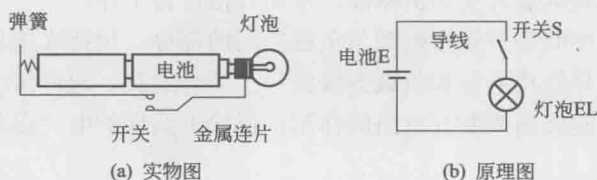

图 1-2 手电筒电路
如图 1-2 所示的手电筒电路中,灯泡 EL 经开关 S 接在电池 E 两端,当开关 S 闭合时,灯泡在电池电压的作用下发光,这时说明灯泡中有电流流动;当开关 S 断开时,灯泡 EL 熄灭,这时说明灯泡中没有电流流动。
(2) 产生电流的条件。水库中水位很高,但如果不打开闸门,水就不会流动。所以水要流动,一是要有水位差;二是要将水闸打开,使水形成一个“水路”。与水流一样,电路中要有电流,必须同时满足两个条件:一是电路中要有电压(电源);二是电路必须构成一个闭合回路,其中电源是电流流动的能量,闭合的回路是电流流动所走的路径。
(3) 电流的方向。在直流电路中,人们规定电流是从正极出发经负载电路流向负极,图 1-2 所示的电路中,电流沿着“电池正极→小灯泡→负极”的方向流动。交流电路中电流的方向是交变的。
(4) 电流的大小。水压越大,则水流越大;同样电压越大,则电流越大。具体电流的计算,要按欧姆定律来计算。
手电筒电路中[参考图 1-2],电池 E 是提供电源的器件,灯泡是用电器,又称为负载,中间环节由开关 S 和金属连片组成。当开关闭合时,电池 E 的正极→开关 S→小灯泡 EL→电池 E 的负极→电池 E 的正极,形成闭合回路,灯泡中有电流流过,灯泡得电发光;当灯泡断开时,灯泡的供电回路被切断,灯泡因无电流流过而熄灭。
画图时如果把电池、灯泡等物体按原样画出来,既麻烦又不清楚,所以人们常用符号代表实物,这样画出来的就是电路[参考图 1-2(b)]。